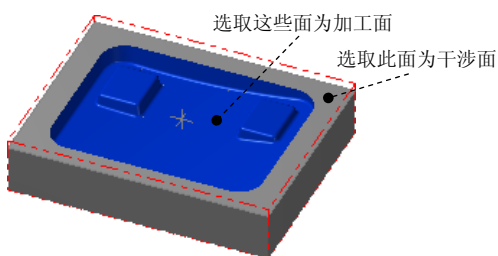
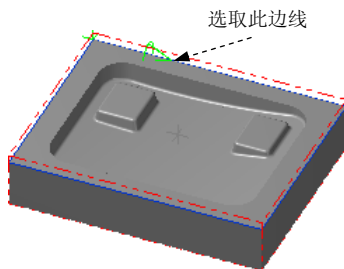

图 10.12 选取加工面和干涉面
图 10.13 选取边界线
(1) 在图形区中选取图 10.12 所示的曲面，然后按 Enter 键，系统弹出“刀具路径的曲面选取”对话框。
(2) 单击 **干涉面** 区域中的 按钮，选取图 10.12 所示的面为干涉面，然后按 Enter 键。单击 **边界范围** 区域的 按钮，系统弹出“串连选项”对话框，采用“串联方式”选取图 10.13 所示的边线。单击 按钮，系统返回至“刀具路径的曲面选取”对话框。单击 按钮，系统弹出“曲面残料粗加工”对话框。